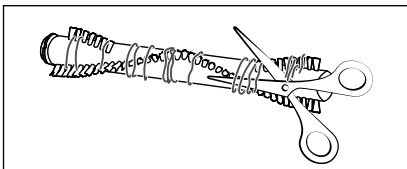

Fig. 31
- 4) Klip trævler og hår langs børsterne til børsterullen **21** igennem med en saks (se fig. 31). Fjern trævler og hår fra børsterullen **21**.